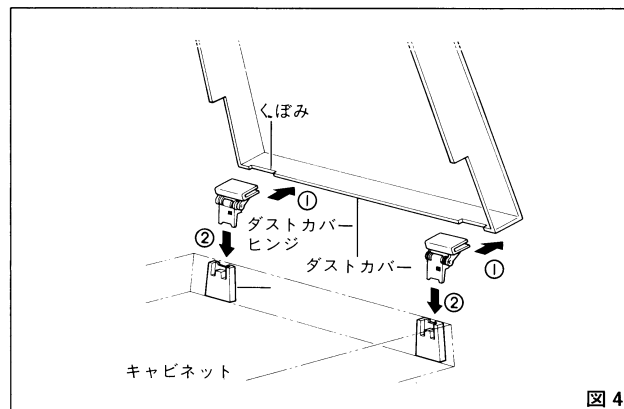

図4
1. ダストカバーヒンジを図4のようにダストカバー後面2ヶ所のくぼみに合わせ、それぞれ差し込んでください。(矢印①)
2. 次に、キャビネット後面左右の受部に左右同時に差し込みます。(矢印②)